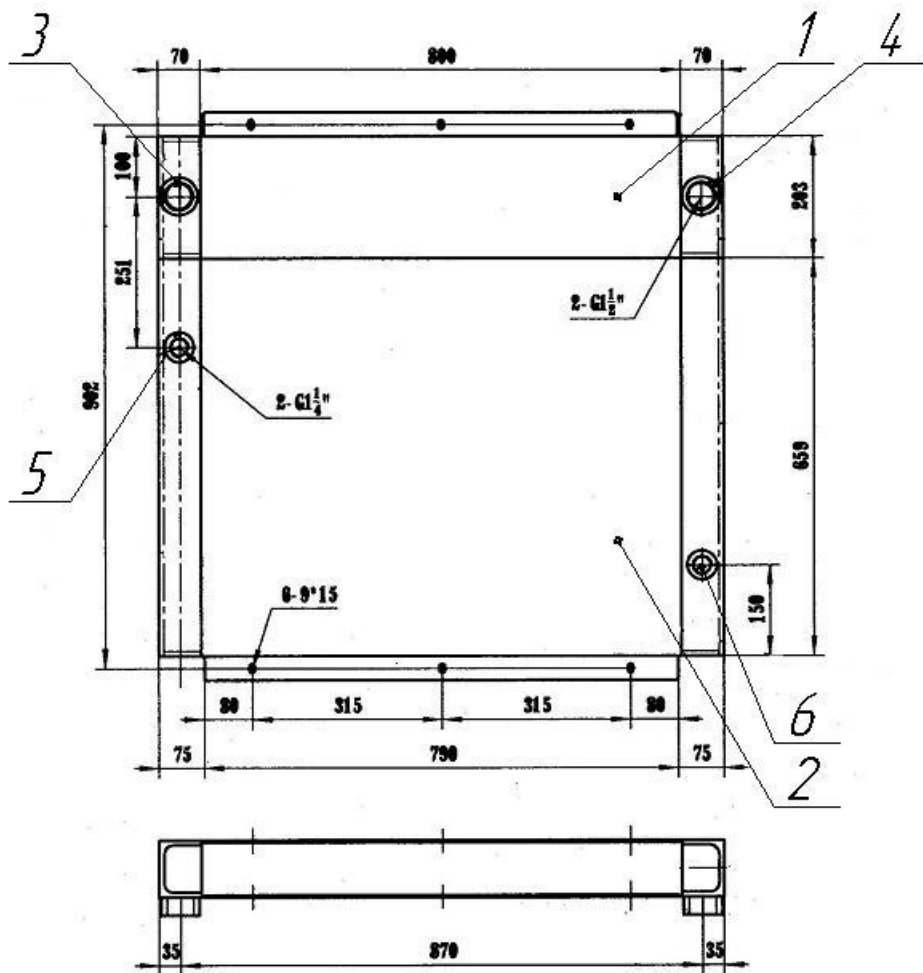

Рисунок 7. Охладитель.
4.1.4 Охладитель (рис. 7) двухсекционный, пластинчатого типа, изготовлен из алюминиевого сплава, служит для охлаждения воздуха и масла.